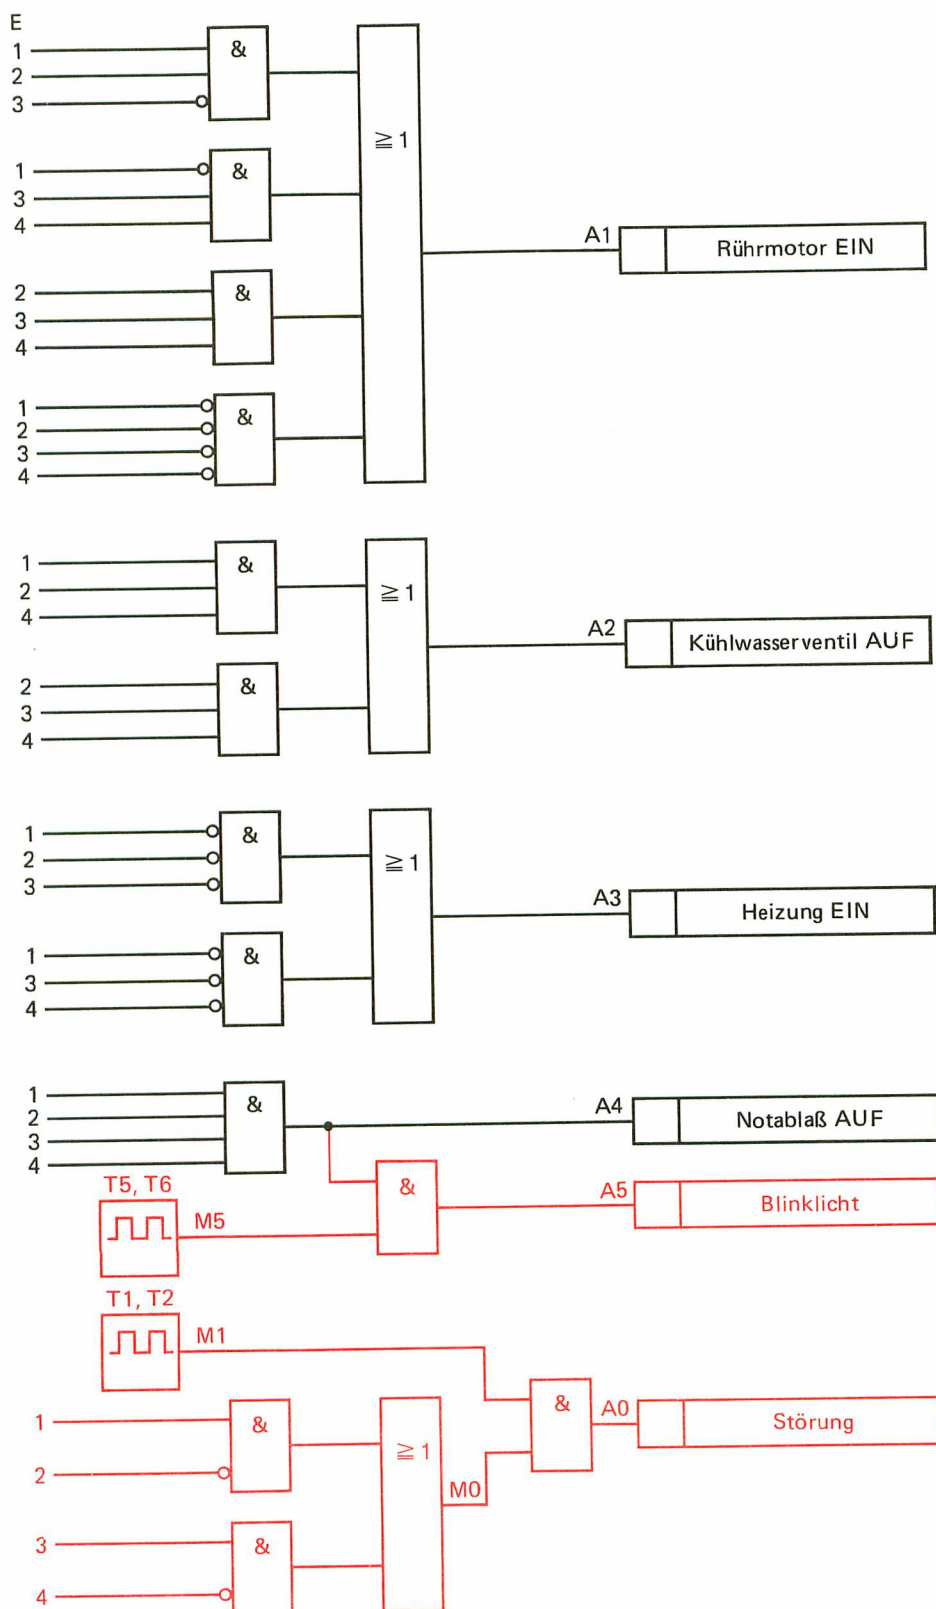

Bild F37.1
- b) Den vollständigen Funktionsplan zeigt uns das Bild F37.1. Die Ergänzungen sind farbig eingetragen.